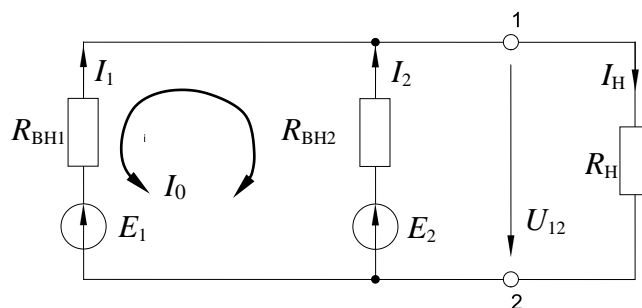

Рисунок 4 – Параллельное включение источников ЭДС
**Параллельным соединением** (рис. 4) нескольких источников ЭДС (напряжения) одинаковой величины обеспечивается более высокий ток нагрузки  $I_H$ .